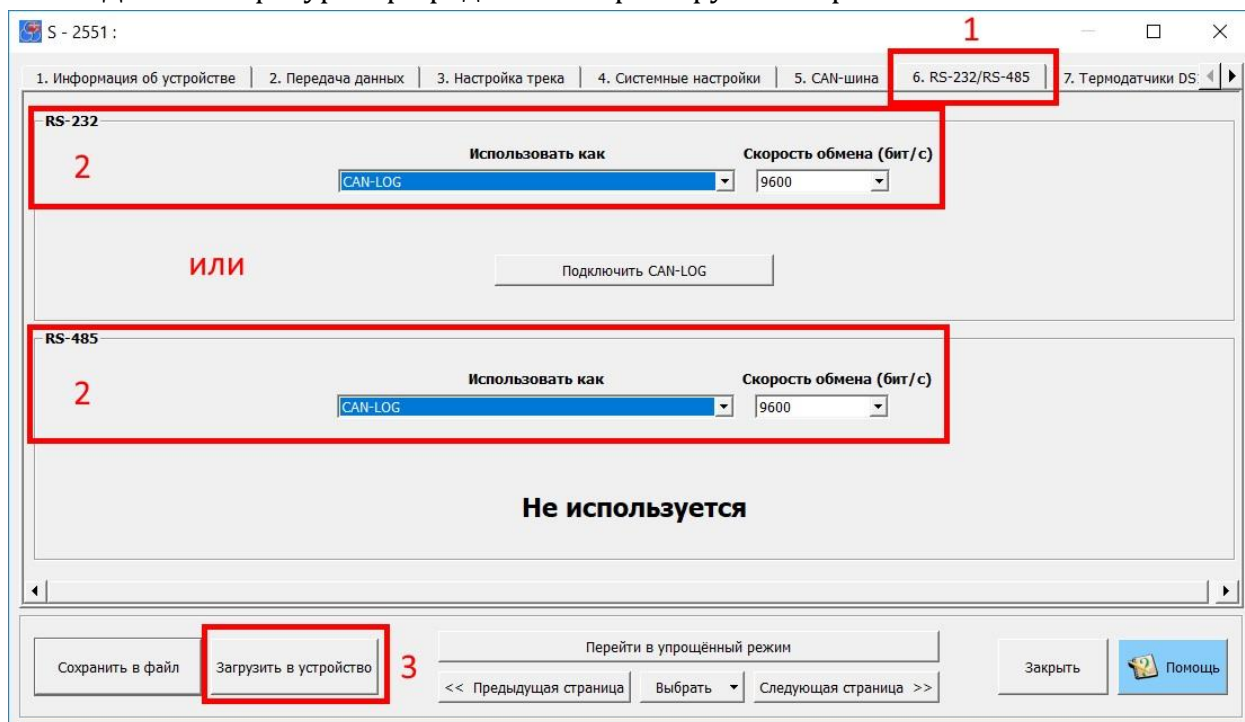

Рисунок 4
1. Перейти в закладку «6. RS-232/RS-485» (рисунок 4).